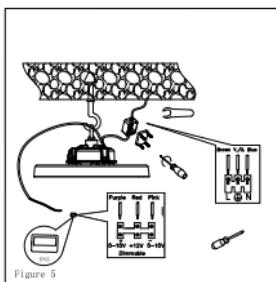

Figure 5
5. Collegare il cavo di alimentazione (consigliato: H05RN-F3G1.0mm²) al cavo d'ingresso del prodotto tramite la scatola di giunzione. Per la funzione dimmer collegare come illustrato. (fig.5)